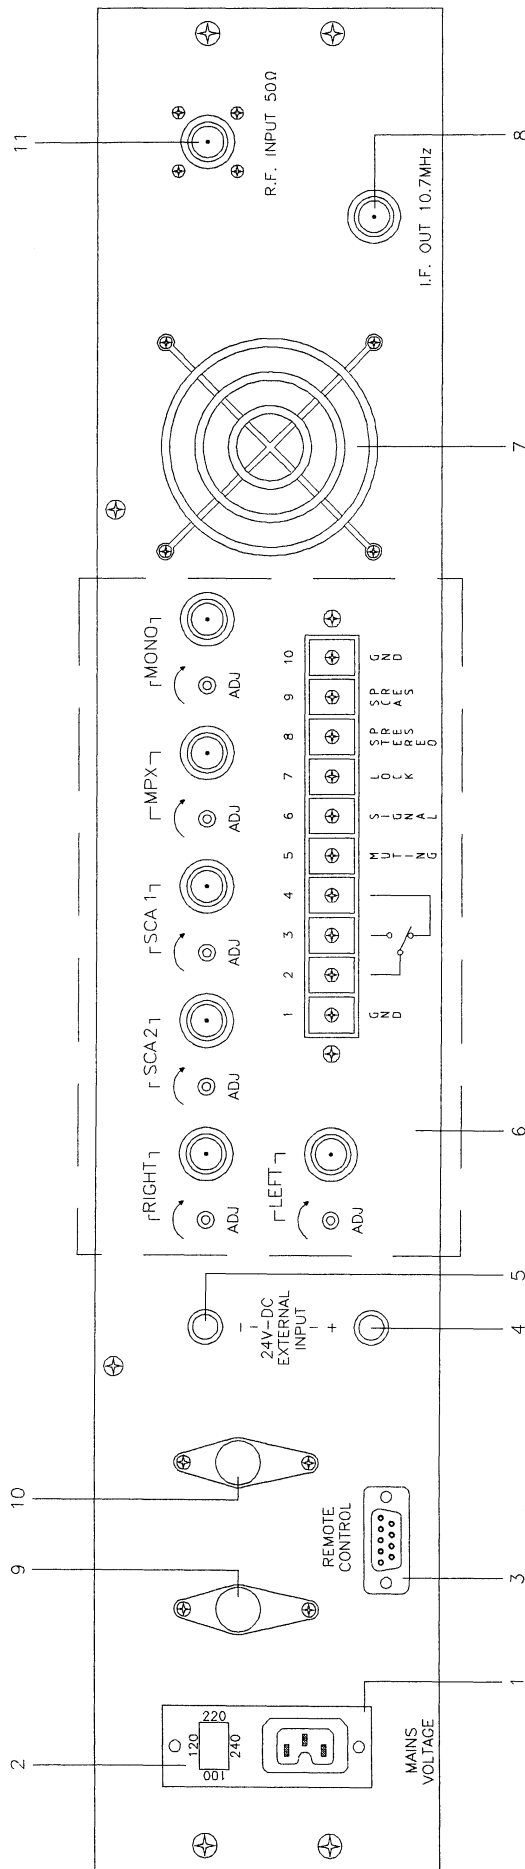

FIG. 2
DESCRIZIONE DEL PANNELLO POSTERIORE (Fig. 2)
- 1) Questo ricevitore ha la possibilità di funzionare con 4 differenti tensioni di alimentazione: 100, 120, 220 o 240Vac, a 50-60Hz. La prima operazione da effettuare è pertanto quella di selezionare la giusta tensione di alimentazione tramite il selettore posto sul pannello posteriore: eventualmente con un cacciavite sollevare il cappuccio (2 Fig.2) su cui sono stampati i valori di tensione e ruotarlo fino a che il valore che interessa corrisponda con la freccetta e quindi reinserirlo. Verificare inoltre la presenza e l'integrità del fusibile contenuto nel cappuccio stesso. I valori in Ampère di tale fusibile sono di seguito riassunti:
- 2) Accertarsi che l'antenna sia collegata correttamente all'ingresso RF (11 Fig.2) posto sul pannello posteriore del ricevitore.
- 4) Connettere il cavo di rete nell'apposita vaschetta VDE (1 Fig.2).